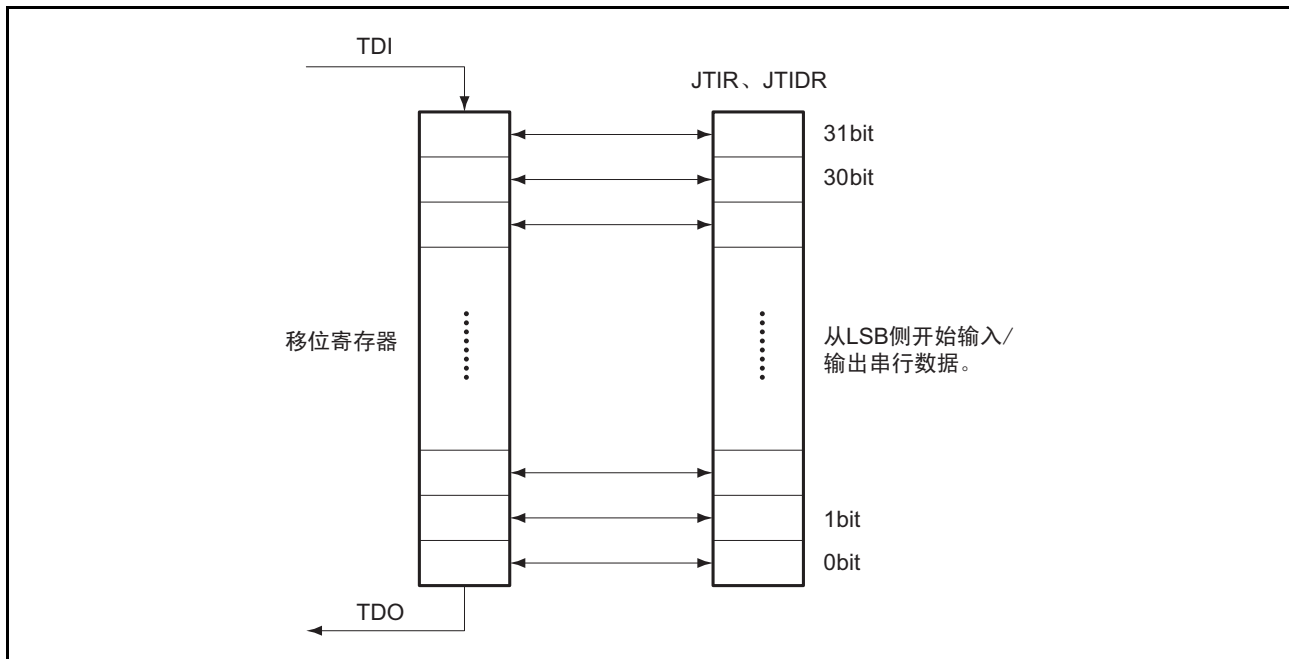

图 28.3 串行数据的输入 / 输出
1. 如图28.3所示，在进行串行传送时，从LSB侧开始输入/输出数据。